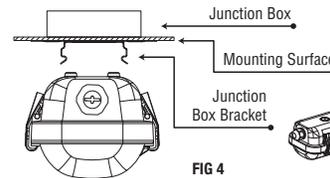

FIG 4
3. Push Housing into Junction Box Bracket to secure fixture to Mounting Surface as shown in Fig. 4.
- Insérez le bâti dans le support de la boîte de jonction pour fixer l'appareil à la surface de montage comme illustré sur la Figure 4.